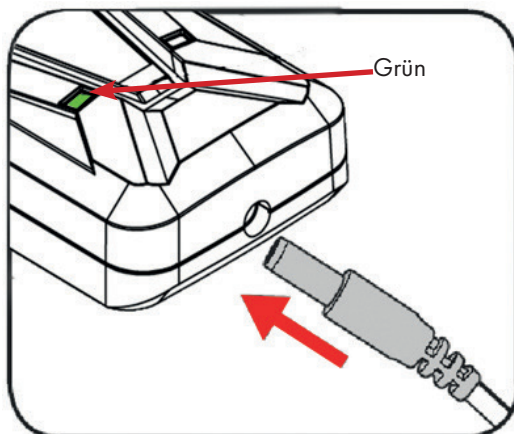

Abb.10
- Stecken Sie den Ladestecker in die Buchse am Lader. Bei angeschlossener Verbindung leuchten Signallichter rot (Abb. 10 folgende Seite).